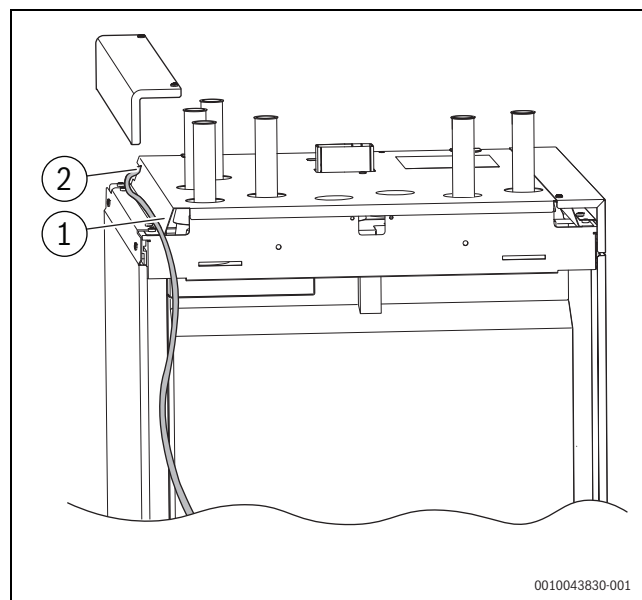

Bild 27 Kabelführung im Gerät
- Kabel in den Kabelhalter (→ Bild 27, Pos. [1]) auf der Rückseite der Elektronikbox befestigen und zu den Kabeldurchführungen führen.